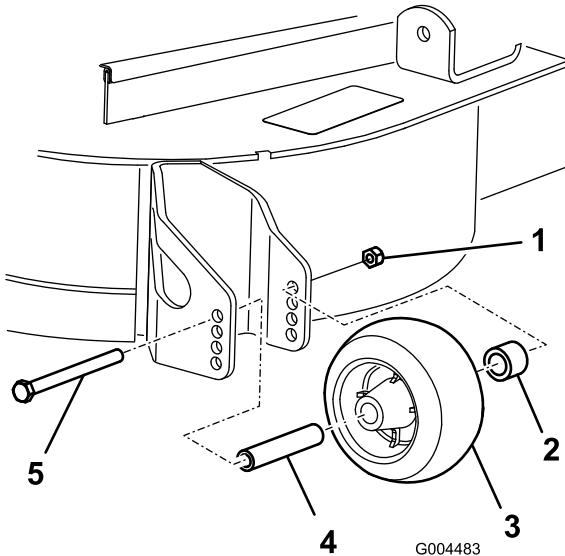

Figure 24
- Après avoir réglé la hauteur de coupe, réglez les galets en retirant l'écrou à collet, la bague, l'entretoise et le boulon (Figure 24).
- Posez l'écrou à embase, la bague, l'entretoise et le boulon. Serrez à un couple de 54 à 61 Nm (40 à 45 pi-lb) (Figure 24).